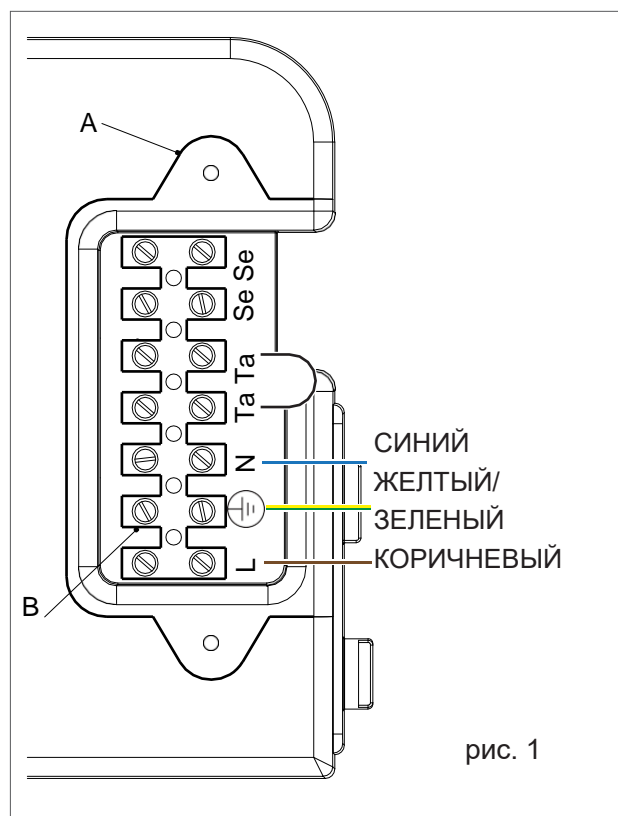

рис. 1
- › Ослабьте два винта и снимите панель А (см. рис. 1).
- › После этого подсоедините кабели клеммной коробке В (см. рис. 1):
Чтобы вставить кабели в устройство, используйте сальники P1 и P2, размещенные под панелью (см. рис. 1). Прорежьте в сальнике отверстие размером меньше диаметра кабеля, чтобы обеспечить герметичность соединения.